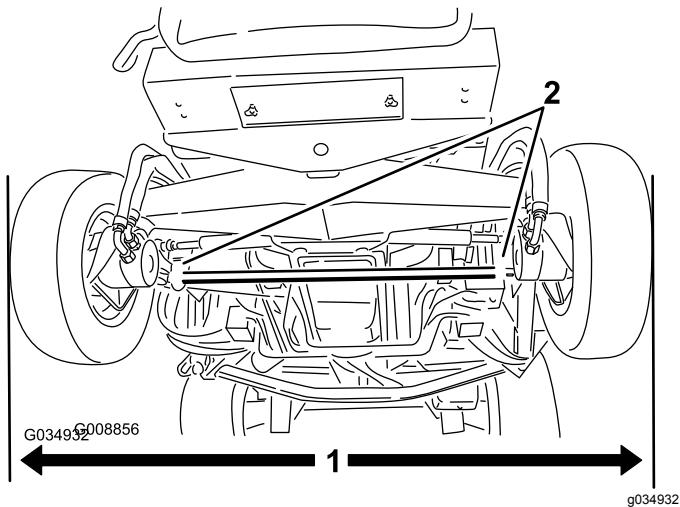

Рисунок 112
1. Установив задние шины строго прямолинейно, измерьте наружное расстояние (на высоте моста) в передней и задней частях задних шин (Рисунок 112).
2. Для регулировки схождения ослабьте зажимы на обоих концах поперечных тяг (Рисунок 112).